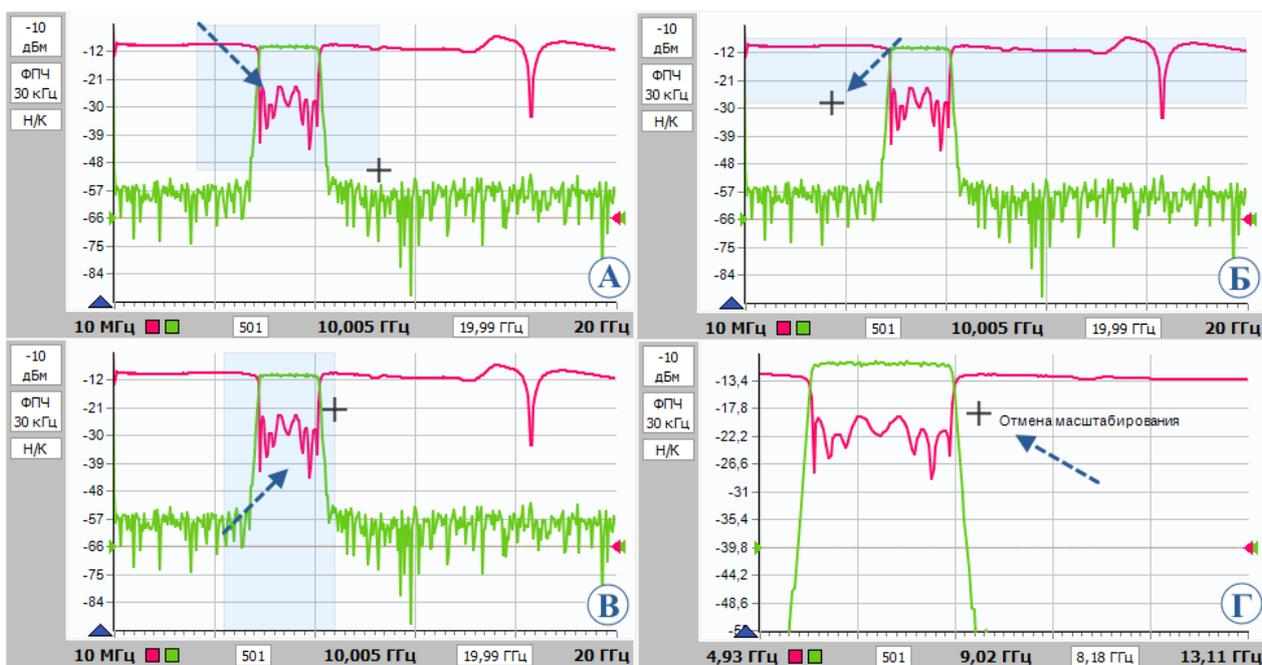

Рисунок 2.25 – Варианты графического задания масштаба и диапазона
- «влево-вниз» рисуются горизонтальные линии выделения по всей ширине диаграммы (рисунок 2.25-б). После отжимания кнопки мыши изменяется только вертикальный масштаб выделенных трасс.
- «вправо-вверх» рисуются вертикальные линии выделения по всей высоте диаграммы (рисунок 2.25-в). После отпускания кнопки мыши изменяется только диапазон сканирования в соответствующих выделенным трассам измерительных каналах.
- «влево-вверх» отменяется последнее масштабирование (рисунок 2.25-г). Можно последовательно отменить несколько опе-